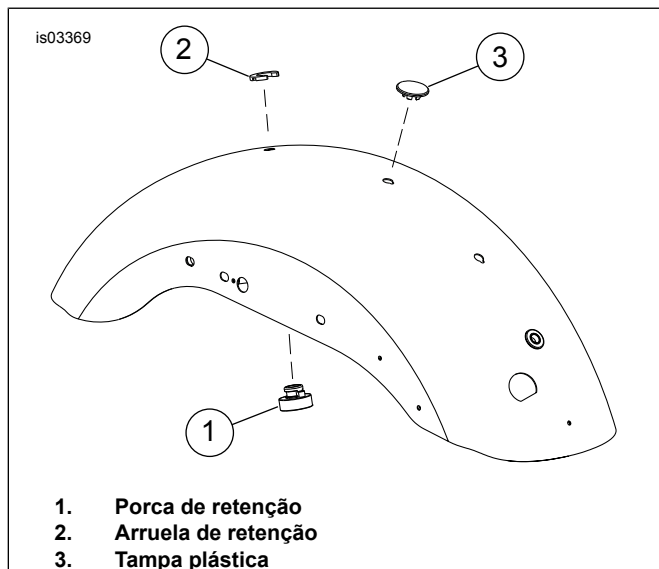
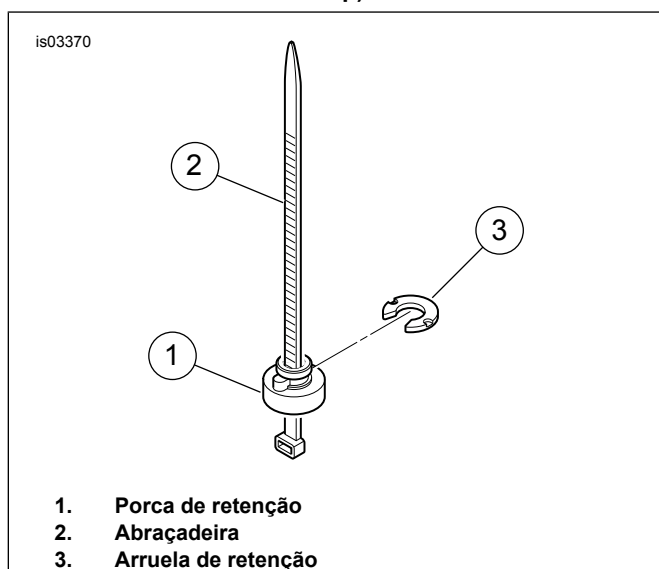

Figura 2. Porca de retenção e tampa de plástico (assentos 2-up)
Figura 3. Instalação da porca de retenção
4. Veja a Figura 2. Instale a porca de retenção (1) e a arruela de retenção (2) no furo para trás do pára-lama.
- a. Veja a Figura 3. Coloque a porca de retenção (1) sobre a abraçadeira plástica (2) para que a extremidade larga da porca permaneça no olhal da abraçadeira.
d. Com a porca de retenção nervurada assentada na ranhura do furo do pára-lama, deslize a arruela de retenção (3) no lugar a partir da parte traseira. Isto travará a porca de retenção no lugar.
5. Veja a Figura 2. Instale a tampa plástica no furo intermediário do pára-lama.